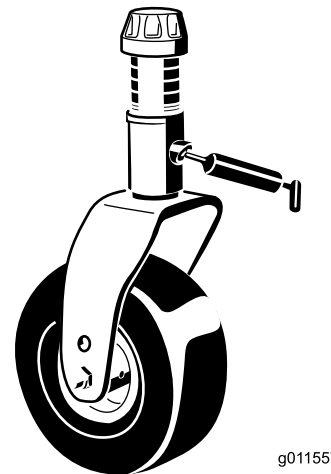

Figura 43
- 2 casquillos del eje de la horquilla de la rueda giratoria (Figura 43)